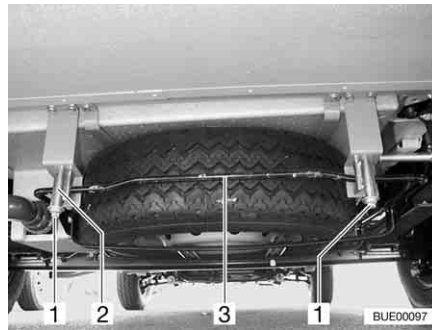

Fig. 275 Système de maintien de la roue de secours (panier)
- Desserrer les écrous (Fig. 275,1) des crochets arrière droit et gauche (Fig. 275,2) du système de maintien de la roue de secours.
- Pousser légèrement le tenon (Fig. 275,3) vers le haut. Tirer simultanément le crochet vers le bas et décrocher le tenon.